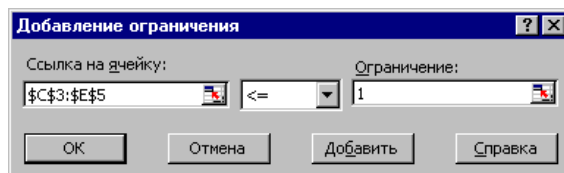

Рис.1.19. Добавление условия единичной верхней границы значений переменных двухиндексной задачи с булевыми переменными
4. в окне "Поиск решения" добавить граничные условия, имеющие смысл ограничения значений переменных по их единичной верхней границе (рис.1.19).